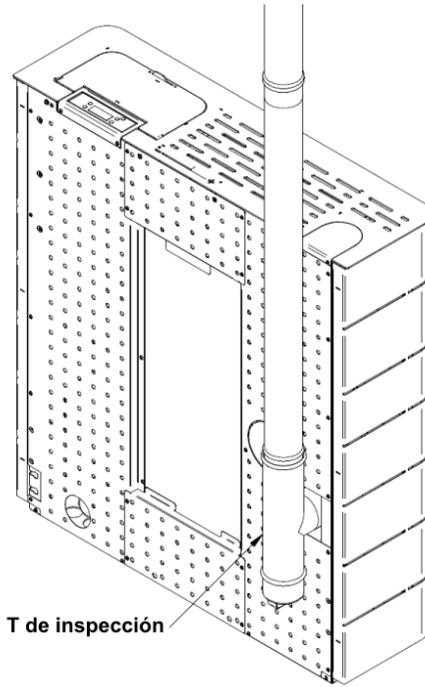

Figura 10 - Ejemplo de instalación de una T de inspección
- Según se indica en la Figura 10, el conducto de extracción se debe realizar de modo que la limpieza y el mantenimiento estén asegurados mediante puntos de inspección.